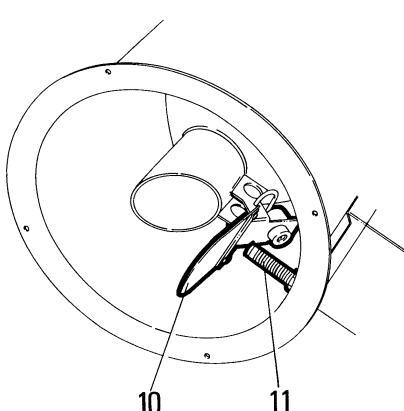

Fig. 2.5.1
(fig. 2.5.1)**
**2.5 - Main parts (fig. 2.5.1)**
**2.5 - Parties principales (fig. 2.5.1)**
**2.5 - Partes principales (fig. 2.5.1)**
L'unità aspirante "5" (fig. 2.5.1) crea una depressione all'interno della tramoggia "1" (fig. 2.5.1).